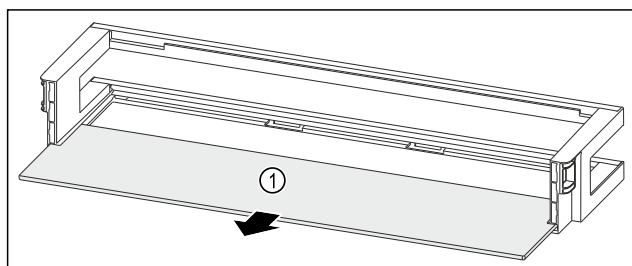

Fig. 250 Polica u vratima s policom za odlaganje
- ▶ Izvadite policu Fig. 250 (1).